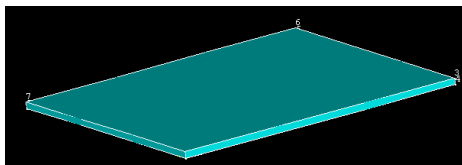
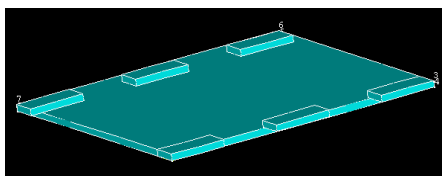

Рис. 9. Модель конструкции печатной платы
Рис. 10. Модель конструкции печатной платы с вспомогательными объемами
**Main Menu > Preprocessor > Modeling > Create > Volumes > BLOCK > BY DIMENSIONS** (Моделирование > Создать > Объем > Блок > По размерам). В открывшемся окне **Create Block by Dimensions** введите размеры печатной платы, **Apply**. В результате получите ее модель, рис. 9.
Аналогично создайте вспомогательные объемы, рис. 10, для формирования выступов для крепления печатной платы (эти объемы необходимо потом вычесть из объема построенной печатной платы, рис. 9).